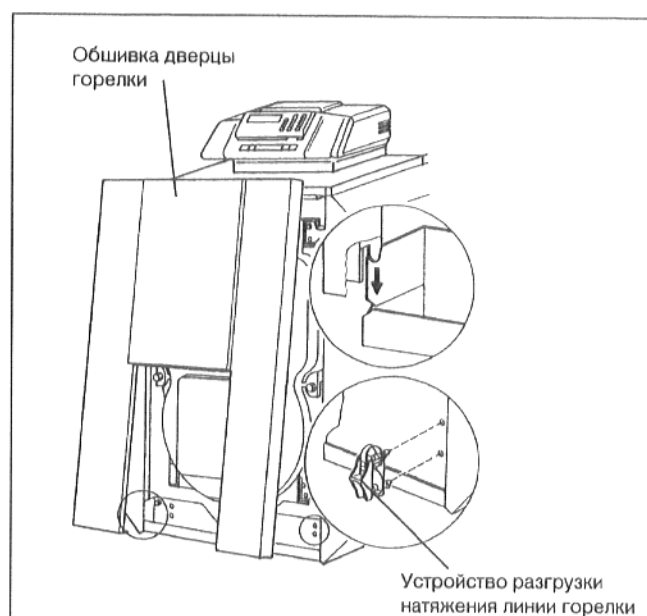
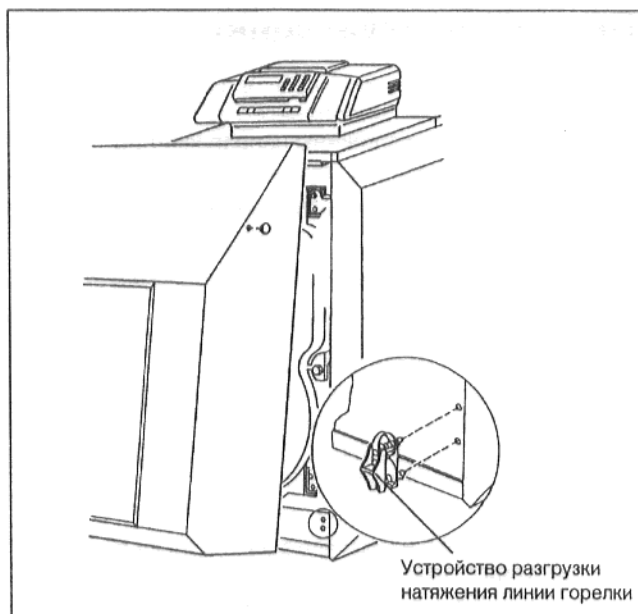

рис. 30
рис. 31
- Привинтить устройство разгрузки натяжения линии горелки, не затягивая, в соответствии с рис. 30 к нижней траверсе.
- Вставить обшивку дверцы горелки или кожух горелки вверху в окантовку переднего кожуха котла (рис. 30, рис. 31).
- В случае обшивки дверцы горелки немного приподнять ее, чтобы она зафиксировалась внизу в траверсе (рис. 30).